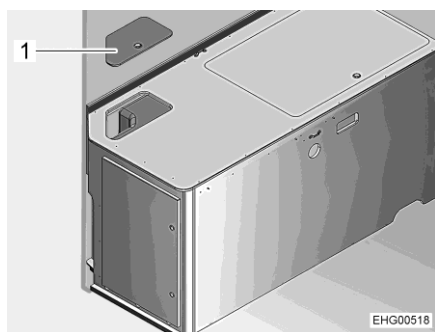

Fig. 112 Coffre de banquette gauche
- Retirer le couvercle de service (Fig. 112,1).